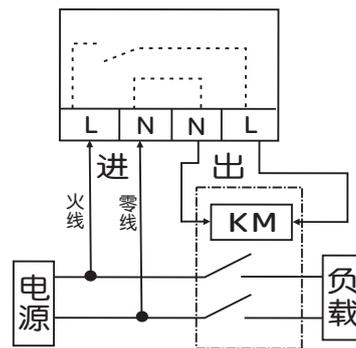

图3:接交流接触器控制负载
- 被控制的负载是单相供电,工作电流超过本机的额定值请采用交流接触器(线圈电压AC220V)扩容方式,接线方式如图3所示。接触器扩容控制方式,接线方式如图3所示。